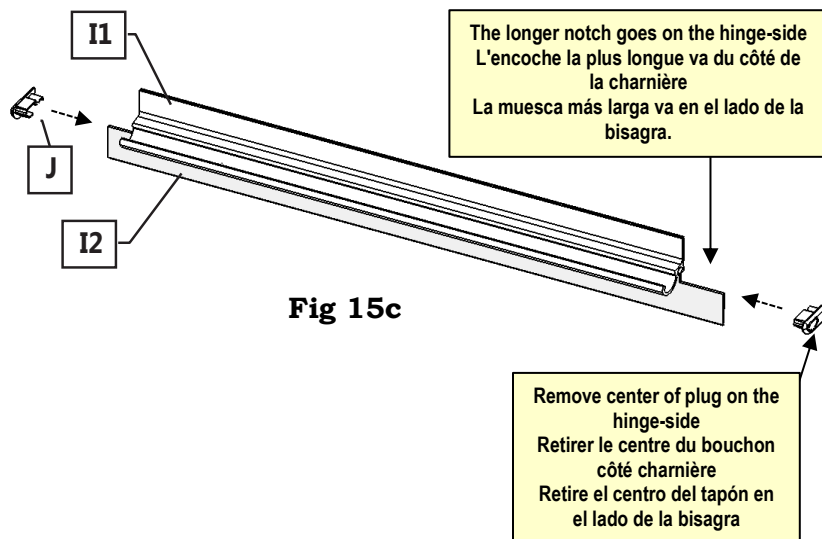

Fig 15c
4. Insert **Drip Rail Plugs (J)** in each end of the **Drip Rail (I1)**. **NOTE:** Remove the center of the **Drip Rail Plug (J)** on the hinge side. (Fig 15c)
4. Insérez les **bouchons du rail d'égouttement (J)** à chaque extrémité du **rail d'égouttement (I1)**. **REMARQUE :** Retirez le centre du **bouchon du rail d'égouttement (J)** du côté de la charnière. (Fig 15c)